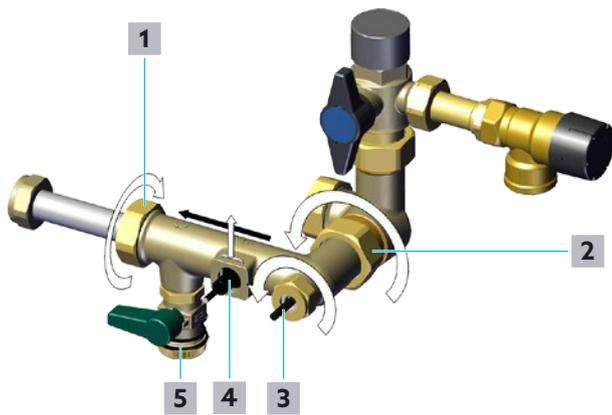

Fig. 32: Limpia la turbina de medición
- 7** Retire la abrazadera del sensor de caudal (posición **4** en Fig. 32 en la página 50) y dejela a un lado.
- 8** Afloje la tuerca del sensor de temperatura de agua potable fría/circulación (posición **3** en Fig. 32 en la página 50).
- 9** Retire cuidadosamente el sensor de caudal (posición **4** en Fig. 32 en la página 50) y el sensor de temperatura para agua potable fría/circulación (posición **3** en Fig. 32 en la página 50).
- 11** Afloje la tuerca de alimentación de agua potable (posición **2** en Fig. 32 en la página 50) con una llave de boca SW 38.
- 12** Afloje la tuerca del lado del intercambiador de calor (posición **1** en Fig. 32 en la página 50) con una llave de boca SW 37.
opuesto a la dirección del caudal (desde la posición **1** hasta la posición **2** en Fig. 32 en la página 50). En este caso es particularmente adecuada una manguera de agua con una boquilla de pulverización adecuada.
- 4 Instale el sensor de caudal del circuito de agua potable (posición 4 en Fig. 32 en la página 50) y el sensor de temperatura para agua potable fría/circulación S3 (posición 3 en Fig. 32 en la página 50).